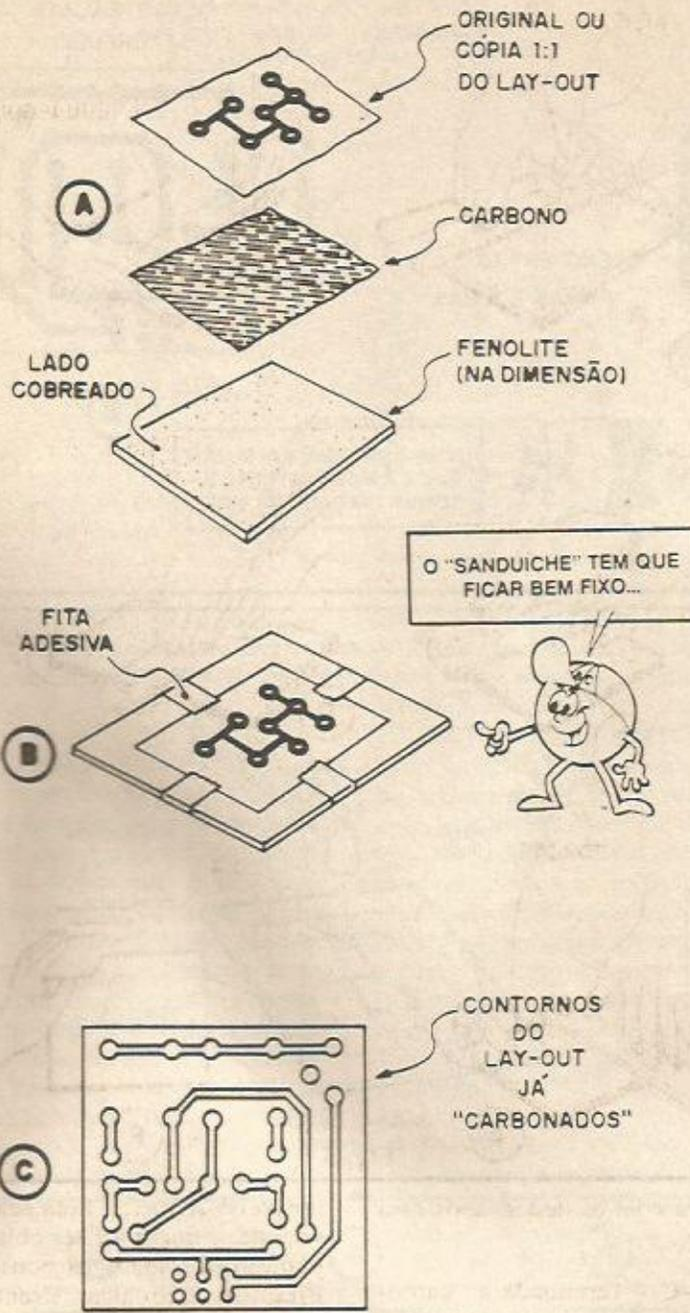

Fig. 6
- FIG. 6-A - Um dos métodos mais práticos e fáceis de "transferir" o lay out (conforme publicado em ABC ou outra fonte...) para a placa... Pode ser usado o original (recortado da Revista) ou, para quem não quer estragar seu exemplar, providenciado uma cópia xerográfica do padrão. Com um pedaço de papel carbono intercalado, o lay out deve ser bem fixado à face cobreada da placa...
- FIG. 6-B - Para que o conjunto não "ande", pedacinhos de fita adesiva devem ser aplicados (ou nos quatro cantos, ou nas quatro laterais do lay out), prendendo o "sanduíche". Em seguida, com uma caneta esferográfica, ou lápis de ponta bem afinada, os contornos de todas as ilhas e pistas deve ser demarcado, "seguindo-se" o desenho original com precisão... Se, durante essa operação, o "sanduíche andar", reinicie tudo, desmanchando o dito "sanduíche", limpando a placa e refazendo o conjunto...
- FIG. 6-C - Terminada a "carbonagem", o lay out e o papel carbono removidos, fica visível o contorno das ilhas e pistas de todo o padrão. Se algum ponto ou segmento não ficou muito nítido, observar bem o lay out e recompor, com lápis, o eventual traço ou contorno faltante. Conferir BEM todos os padrões, para ver se não houve nenhum esquecimento...
regáveis) contendo tinta ácido-resistente, e que pode ser obtida em praticamente todos os bons varejistas de Eletrônica. Usando tal caneta (e seguindo as instruções que a acompanham...) os contornos de ilhas e pistas (fig. 6-C) devem ser preenchidos cuidadosamente. Depois de todos os contornos estarem devidamente "cheios" pela tinta (ela seca rapidamente), nova conferência deve ser feita, ilha por ilha, pista por pista, na verificação de lapsos ou excessos que eventualmente tenham ocorrido. Se "faltou" tinta em algum ponto, basta "retraçar" ou novamente preencher o dito ponto, com a caneta especial... Já se "sobrou" tinta (borrou o dese-